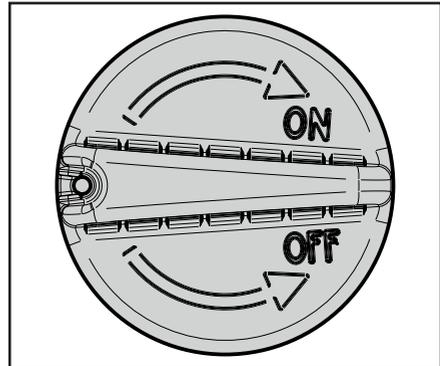

Abb. 5.2
- Schalter in Stellung „ON“: Die elektrische Anlage wird gespeist (Abb. 5.2).